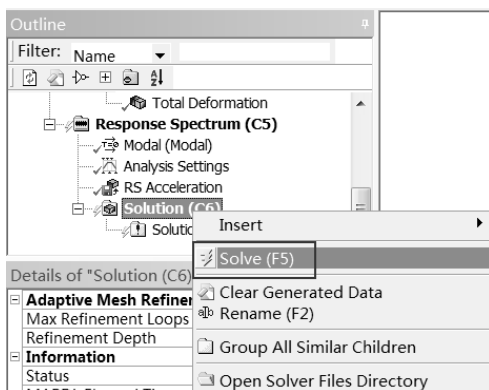

图 8-31 计算求解
Step4：在 Outline（分析树）中的 Response Spectrum（C5）选项上右击，在弹出的快捷菜单中选择 Solve 命令，如图 8-31 所示，此时会弹出进度显示条，表示正在求解，当求解完成后进度条自动消失。